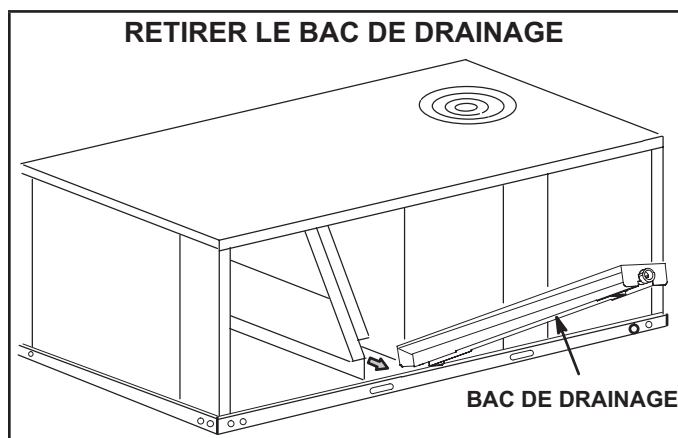

FIGURE 10
- 2 - Soulever le bord avant du bac de drainage et faire glisser le bac hors de l'unité. Voir FIGURE 10.